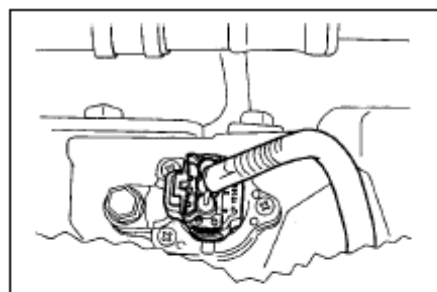

Рис. 70
1. Отсоедините разъем датчика скорости автомобиля (см. Рис. 70).